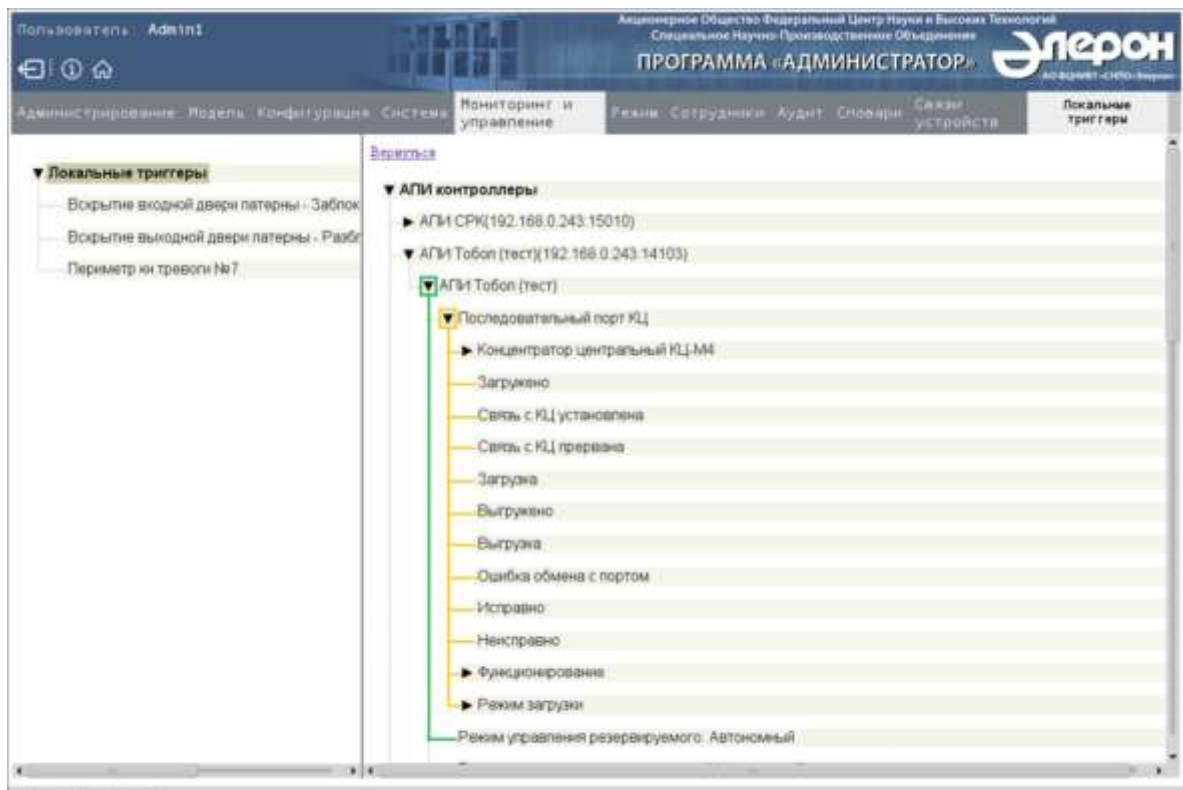

Рис. 82
- в открывшемся бланке (Рис. 82) отображено навигационное дерево всех устройств, сконфигурированных на объекте. Для каждого